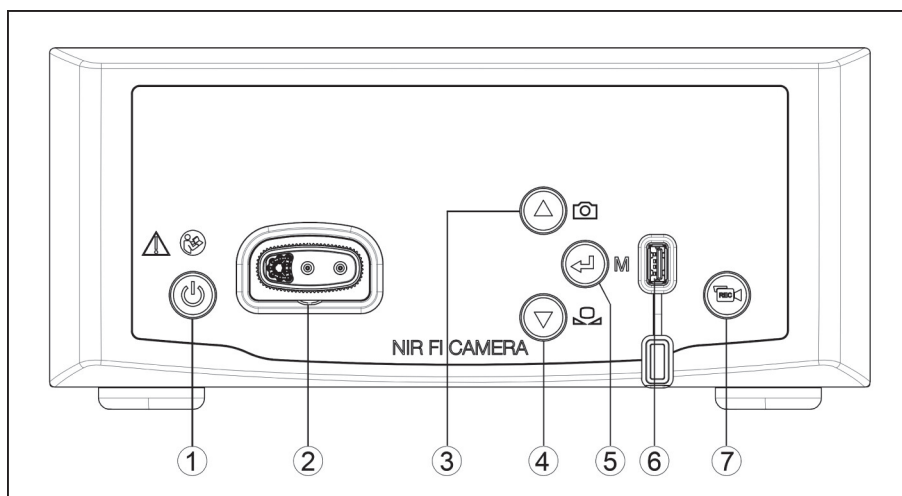

Figure 1-1 : Vue de face de l'unité de commande de caméra.
**Légende de la figure 1-1**
- ① Touche MARCHE / Veille
- ② Raccord pour tête de caméra
- ③ Touche Photo / vers le haut dans le menu
- ④ Touche Balance des blancs / vers le bas dans le menu
- ⑤ Touche Ouvrir le menu / Entrée
- ⑥ Connexion de la mémoire USB
- ⑦ Touche Départ / arrêt enregistrement vidéo
- ① **Touche MARCHE / Veille -**